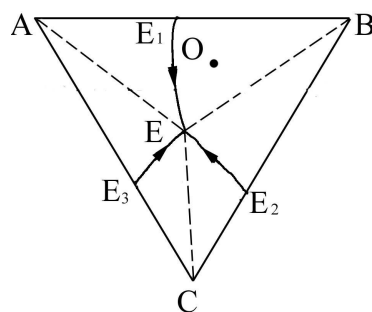

图 2 三元共晶合金相图的投影图
2. 图 2 为组元在固态下互不溶解的三元共晶合金相图的投影图, 分析 0 点成分合金的平衡结晶过程及室温组织, 并写出该合金在室温下组织组成物的相对含量表达式 (10 分)。